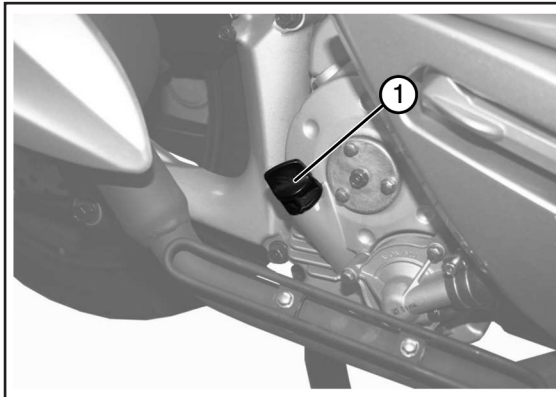

Fig. 02
- Svitare il tappo-astina «1 - Fig. 02» e pulirlo con un panno pulito.
- Avvitare completamente il tappo-astina «1 - Fig. 02».
- Svitare di nuovo il tappo-astina «1 - Fig. 02» e verificare che il livello dell'olio raggiunga il livello intermedio tra **MIN** e **MAX** indicato in Fig. 01.